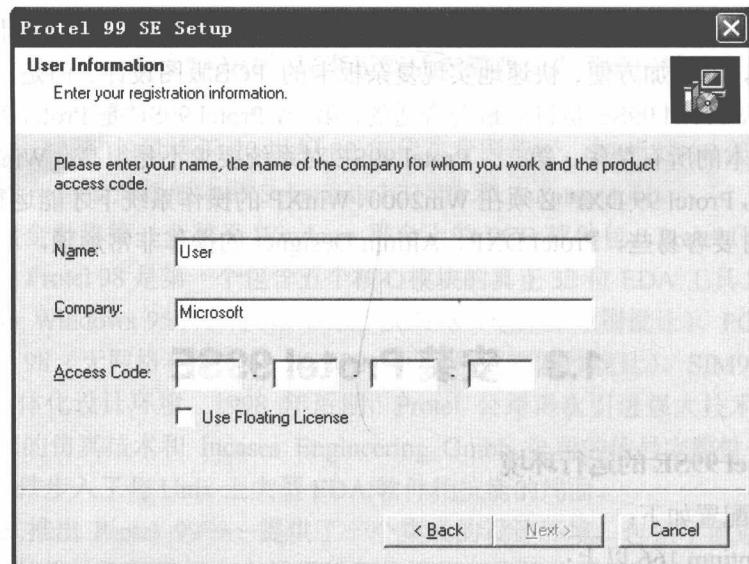

图 1-1 输入序列号对话框
(1) 运行 setup.exe 安装 Protel 99SE
- ① 选择 Protel 99SE 安装源文件夹, 双击其中的 setup.exe 文件, 启动 Protel 99SE 安装程序, 弹出安装软件界面。
- ② 点击安装软件界面中的【Next】按钮, 进入下一步。
- ③ 在图 1-1 窗口中输入 S/N 序列号后, 点击【Next】按钮进入下一步。
- ④ 选择安装路径, 点击【Next】按钮进入下一步。
- ⑤ 选择安装类型(默认为 Typical 典型安装), 点击【Next】按钮进入下一步。
- ⑥ 在选择安装文件夹界面中直接点击【Next】按钮便开始安装。
- ⑦ 屏幕提示安装完毕, 单击【Finish】按钮退出安装程序。此时桌面会出现 Protel 99SE 快捷图标  , 至此 Protel 99SE 软件安装完毕。
(2) 安装 Protel 99 SE service pack 6